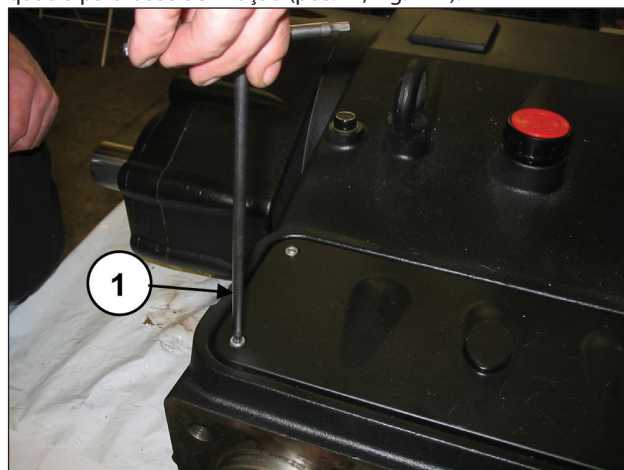

Fig. 122
Remova a tampa de inspeção superior, soltando os quatro parafusos de fixação (pos. ①, Fig. 122).